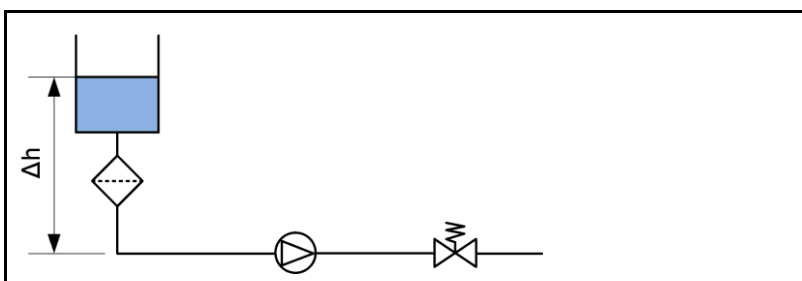

Fig. 27: Struttura, prova di pressione
1. Costruire il sistema secondo la Fig. 27.